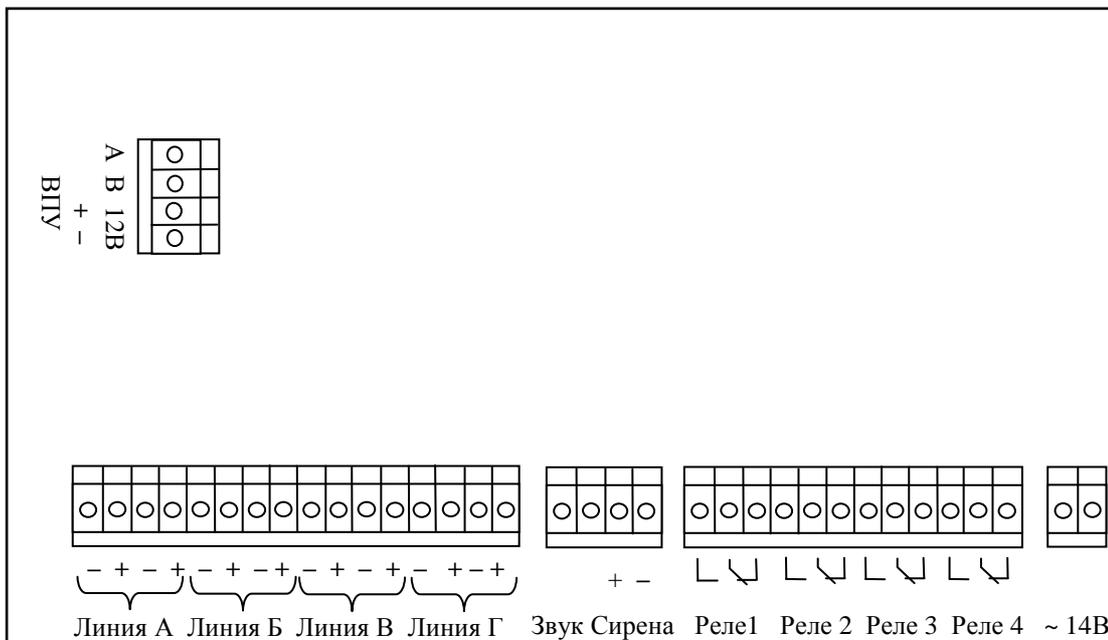

Рис. 8. Расположение клемм подключения на системной плате АКП.
7.1.2. Схемы подключения АУ приведены в их руководствах по эксплуатации. Расположение клемм подключения на системной плате прибора представлено на рис.8.